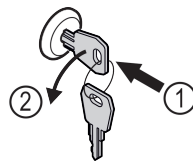

Fig. 170
- ▶ Vajutage võti sisse. Fig. 170 (1)
- ▶ Keerake võtit 90° vastupäeva. Fig. 170 (2)